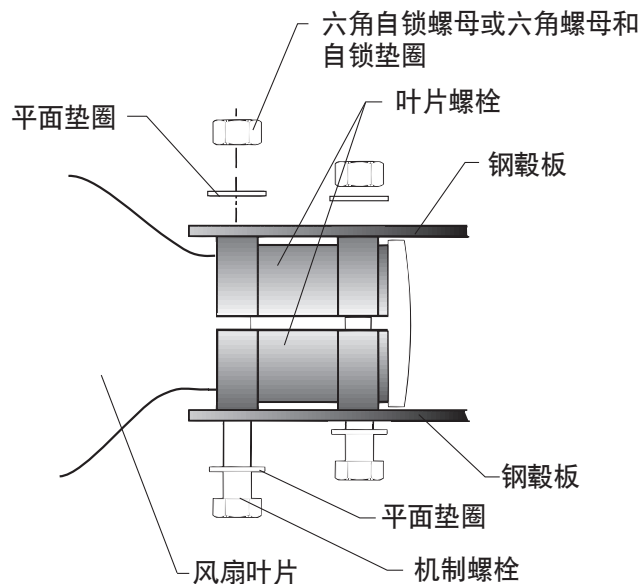
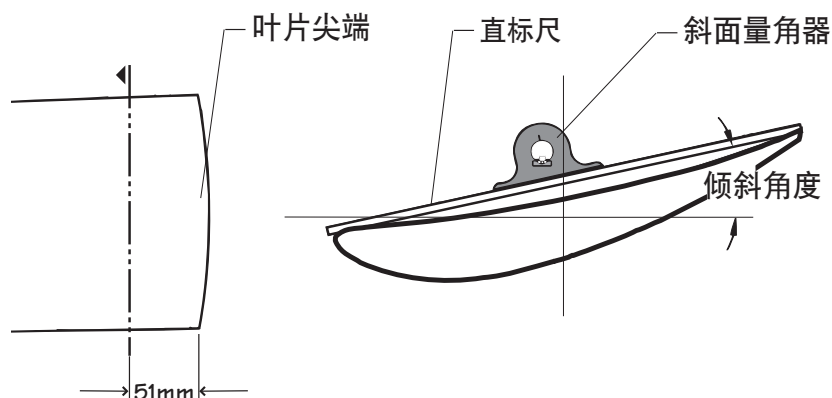

图 5
图 6
- 3 - 将带有叶片螺栓的叶片旋入到桨叶柄上，并使凹入的叶片一端（顶部）位于钢毂盘组合件板之间的排放口一侧上，如图5和图6所示。垂直对齐螺栓和板中的四个螺栓孔。安装四个经润滑的3/4 英寸螺栓，八个 3/4 英寸平面垫圈、四个 3/4 英寸自锁垫圈（如果五金件材料为蒙乃尔合金）以及四个 3/4 英寸六角螺母，并将螺母仅旋入三到四道螺纹，如图5所示。直到安装了所有叶片后，才旋紧五金件。叶片必须能够在螺栓中自由旋转，以便调整倾斜角度。
1 - 在风扇圆周上选择一个位置，并在设置或检查叶片倾斜角度时将每个叶片旋转到此位置。支撑叶片尖端，以在设置风扇倾斜角度时保持共同的旋转平面。通过将斜面量角器放置在延伸过叶片宽度的平行一侧直角上，倾斜角度被设置在叶片尖端的 51 毫米之内，如图 6 所示。
2 - 向外拉动叶片，以使安全侧翼与叶片螺栓相接触，然后设置倾斜角度。请参见图 5。叶片应该位于所需倾斜角度的 $\pm 1/4^\circ$ 内。获得所需设置后，进一步将 3/4 英寸六角螺母旋紧为 163 N·m 扭矩。重新检查倾斜角度。如果需要，请松动六角螺母，并根据需要重新设置倾斜角度，直到获得正确的倾斜角度为止，并将 3/4 英寸六角螺母设置为 163 N·m 扭矩。